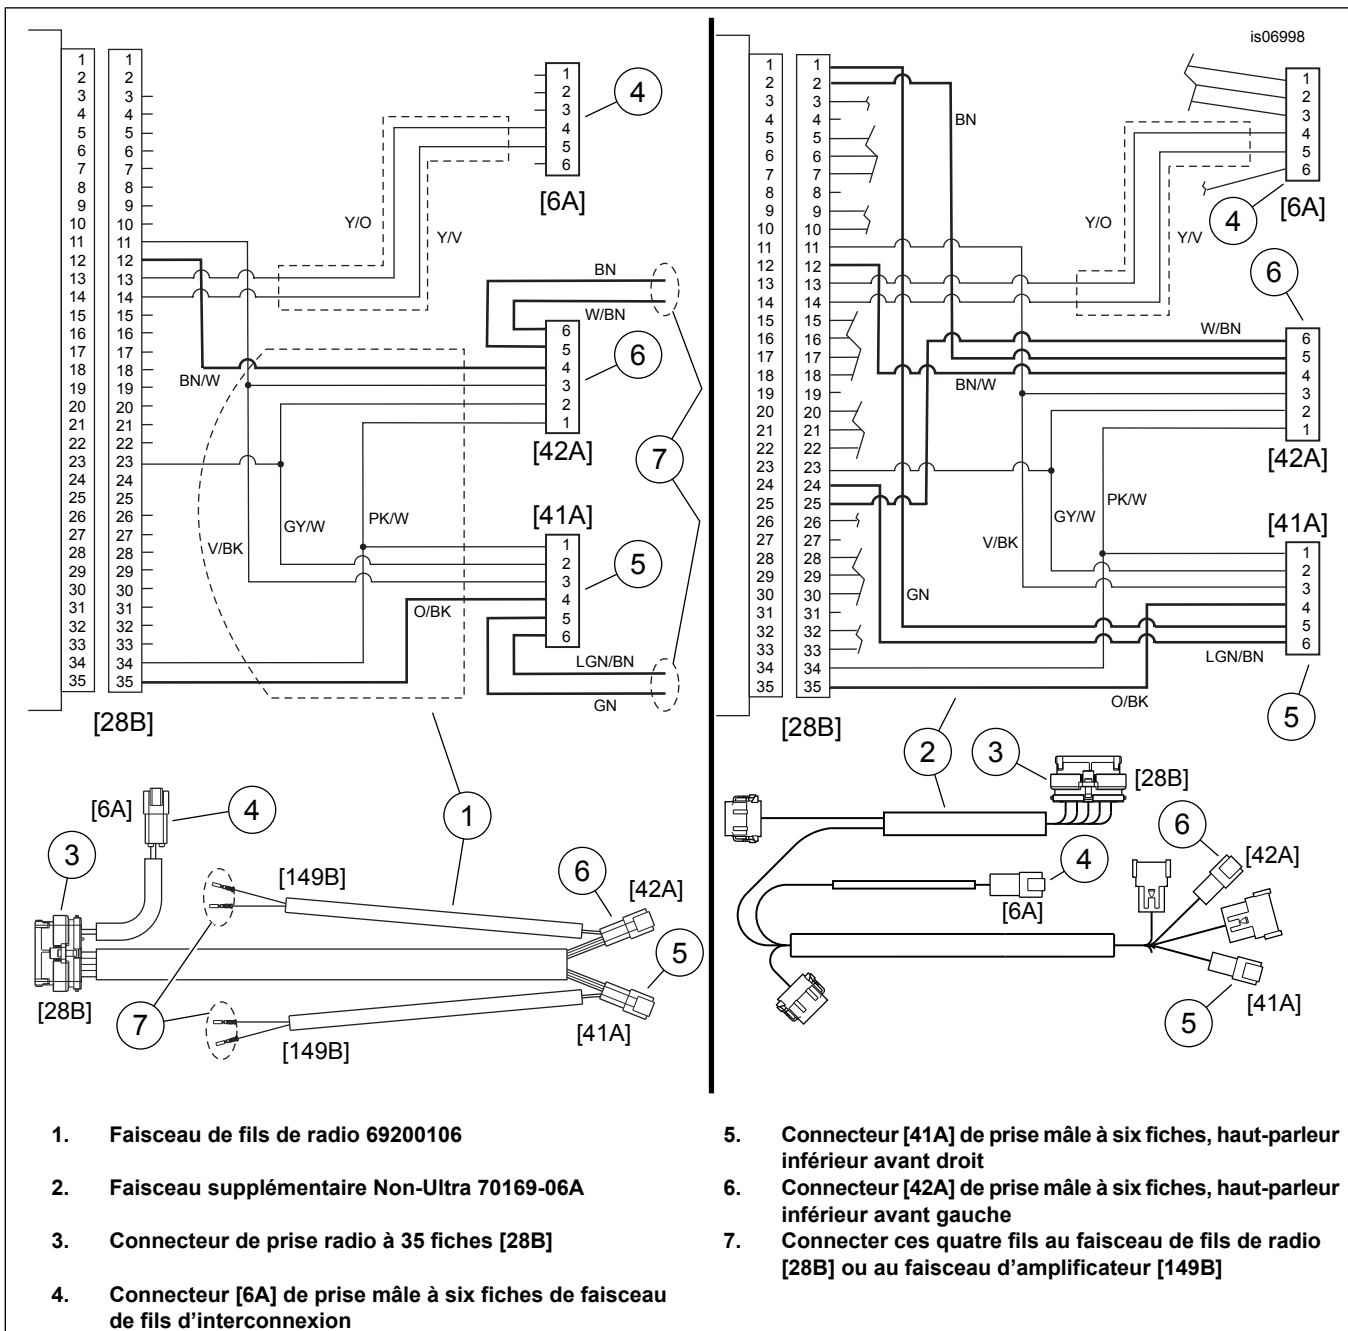

Figure 2. Schémas de câblage de faisceau de radio/faisceau supplémentaire Non-Ultra
1. Voir Figure 2. Si cela n'est pas déjà fait, brancher la prise femelle à 35 fiches [28B] (3) du faisceau de fils de radio (1) ou du faisceau supplémentaire Non-Ultra (2) à l'arrière de la radio. Connecter la prise mâle à six fiches [6A] (4) au faisceau de fils d'interconnexion du véhicule. Attacher avec des serre-câbles.